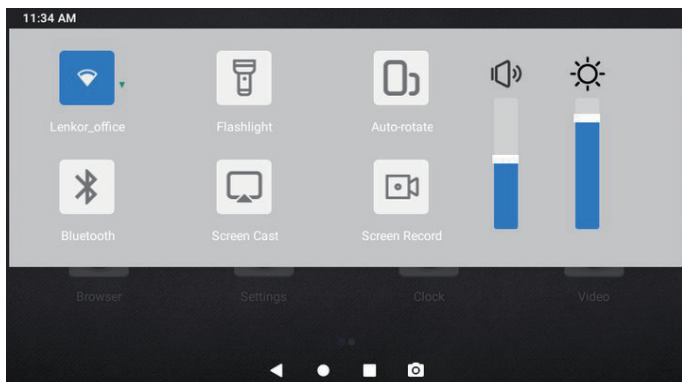

図 1.2.2
**メニューを下に** : 画面上部から下にスライドすると、下にスライドメニューが見られます。これにより、Wi-Fi、Bluetooth、懐中電灯、音量、画面の明るさ、画面の投影、回転、および画面の録画 にすぐにアクセスできます (図 1.2.2 を参照)。